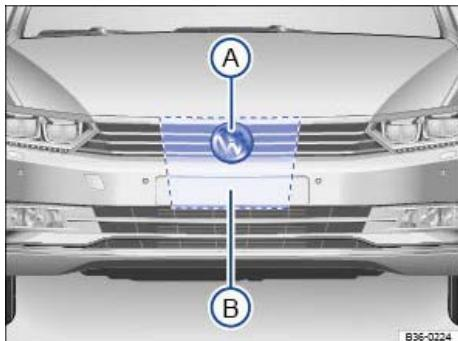

Abb. 225 Im Kühlergrill hinter dem Volkswagen Emblem: Radarsensor (A) und frei zu haltender Bereich um den Radarsensor (B).
Zur Erfassung der Verkehrssituation ist im vorderen Stoßfänger ein Radarsensor eingebaut ⇒ Abb. 225(A). Vorausfahrende Fahrzeuge können so bis zu einer Entfernung von etwa 120 m erkannt werden.
Der Bereich vor und um den Radarsensor ⇒ Abb. 225(B) darf nicht durch Aufkleber, Zusatzscheinwerfer, Zierrahmen für Kennzeichen oder Ähnliches verdeckt sein, da dies die Funktion der automatischen Distanzregelung (ACC) beeinträchtigen kann.